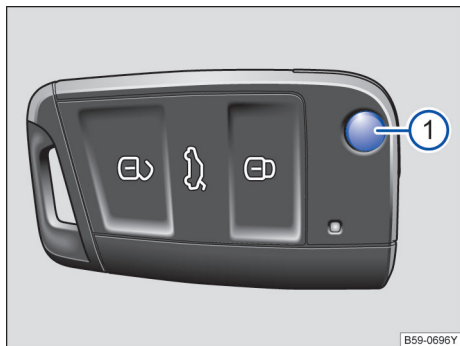

图 46 遥控钥匙
按压按钮 → 图 46① 即可解锁并翻开钥匙头。
如短时间内反复按压汽车钥匙上的按钮 → 图 46 或中央门锁某个按钮 → 第 57 页，则中央门锁系统将暂时关闭，防止系统过载，此时汽车处于解锁状态，必要时闭锁汽车。